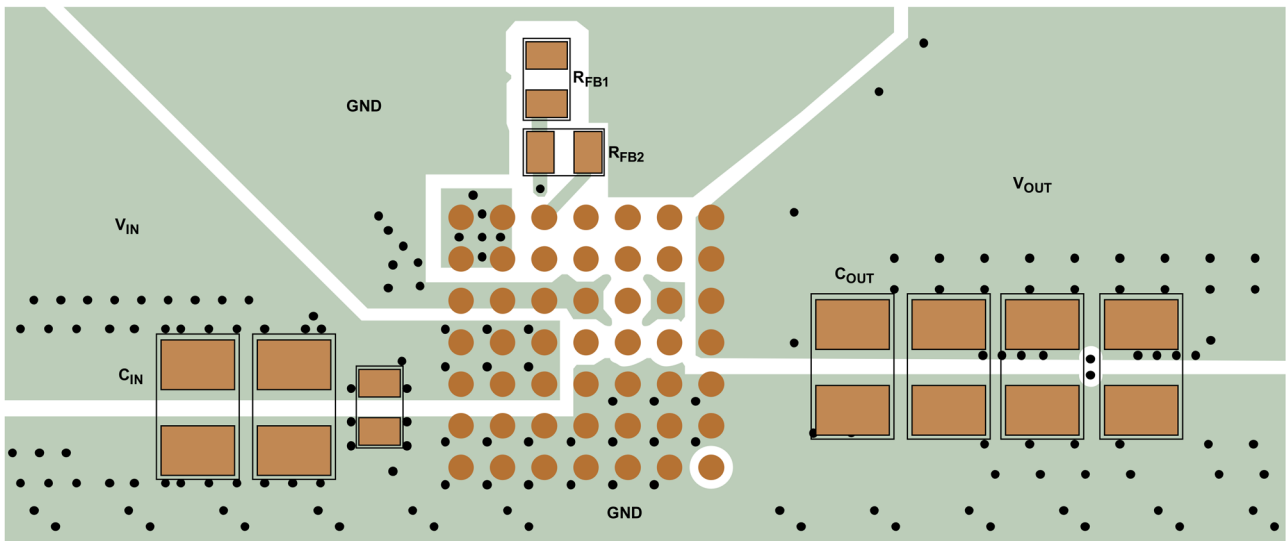

図 39. 推奨の外付け部品、GND プレーン、サーマル・ビアを示した推奨 PCB レイアウト
PCB レイアウトに関する問題のほとんどは、LTM4740 の高レベルの集積によって緩和もしくは除去されています。しかしながら、LTM4740 はスイッチング電源であり、EMI を最小化し適切な動作を確保するための注意が必要です。集積レベルが高いとはいえ、無計画なレイアウトや粗雑なレイアウトでは、仕様規定された動作を実現できない可能性があります。推奨レイアウトについては図 39 を参照してください。グラウンディングやヒート・シンクは確実に許容可能なものにしてください。
5. ビアを使用して GND 銅領域を基板の内部グラウンド・プレーンに接続します。このような GND ビアを多数配置することにより、プリント回路基板の内層プレーンとの良好なグラウンド接続および熱経路を実現できます。図 39 のサーマル・ビアの位置と密集度に注意を払ってください。LTM4740 は、電力処理を行う内蔵部品の近くにビアがあるため、内層 GND プレーンに接続することによる放熱効果のメリットを生かすことができます。サーマル・ビアの最適な数はプリント回路基板の設計に依存します。例えば、非常に小さいビア・ホールを使用する基板もあります。その場合、大きなホールを使用する基板よりも多くのサーマル・ビアを使用する必要があります。